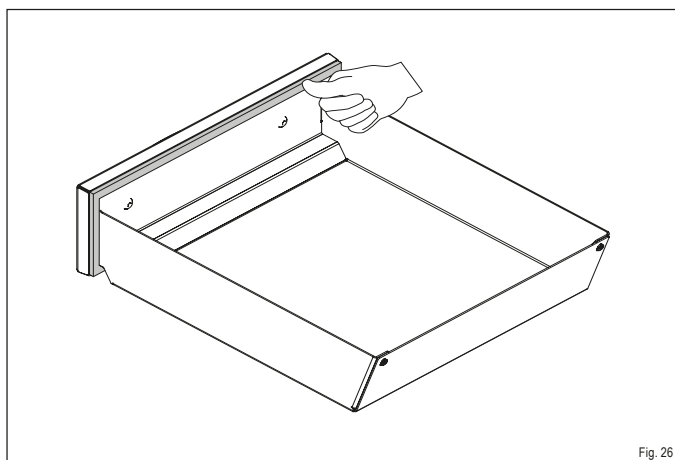

Fig. 26
- ▶ Appuyez uniformément sur le nouveau joint dans le guide du bac à cendres (Fig. 26).